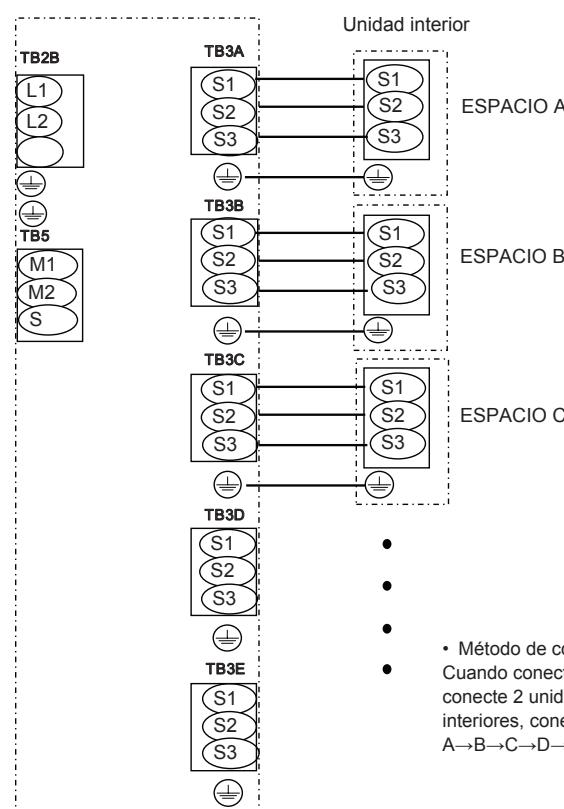

Fig. 8-10
8.2. Procedimiento de cableado exterior (Fig. 8-9, Fig. 8-10)
⑤ Fuente de alimentación: 208/230 V, 60 Hz